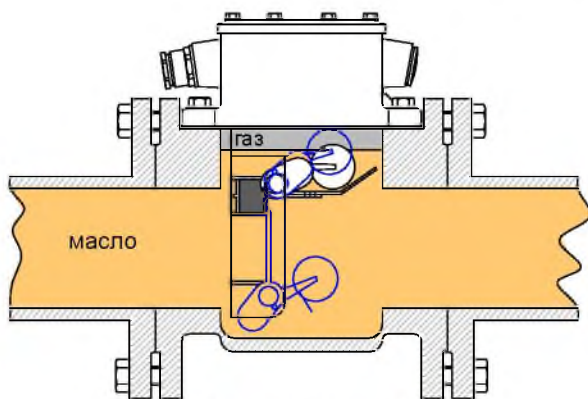

Рис. 3.1. - Выделение газа
3.1. Выделение газа (рисунок 3.1.)